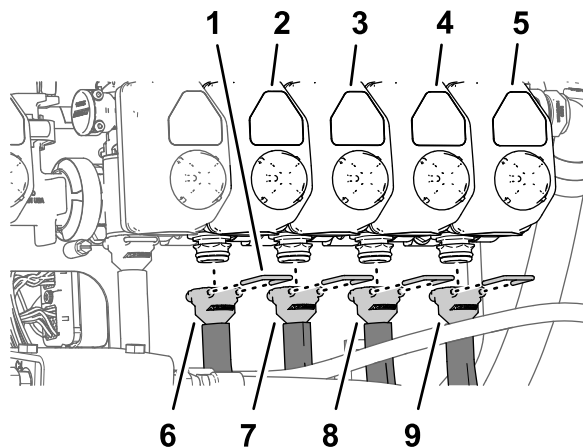

図 127
1. 給液ホース188cmのバーブ付きストレートフィッティングを、ノズルバルブ7番のカップラに組み付ける 図 127。
2. リテーナを使って、バーブ付きフィッティングをバルブに固定する 図 127。
3. 給液ホース188cmのバーブ付きストレートフィッティングを、ノズルバルブ8番のカップラに組み付ける 図 127。
4. リテーナを使って、バーブ付きフィッティングをバルブに固定する 図 127。
5. 給液ホース234cmのバーブ付きストレートフィッティングを、ノズルバルブ9番のカップラに組み付ける 図 127。
6. リテーナを使って、バーブ付きフィッティングをバルブに固定する 図 127。
7. 給液ホース279cmのバーブ付きストレートフィッティングを、ノズルバルブ10番のカップラに組み付ける 図 127。
8. リテーナを使って、バーブ付きフィッティングをバルブに固定する 図 127。